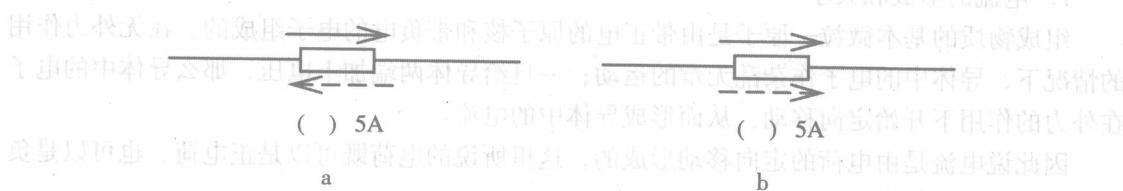

图 1-2 是以导体内部通过单向恒定电流的示意图。图中 a 表示电流实际方向与参考方向相反, b 表示电流实际方向与参考方向一致。
**例 1-1** 给图 1-2 中的电流加上正负号（带箭头的细实线表示参考方向，带箭头的虚